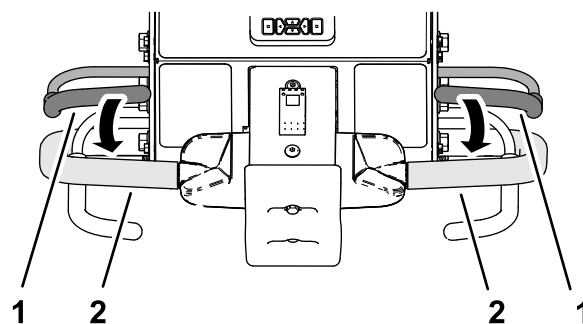

Figure 93
3. Serrez la barre de présence de l'utilisateur contre la poignée droite ou gauche du timon (Figure 93).